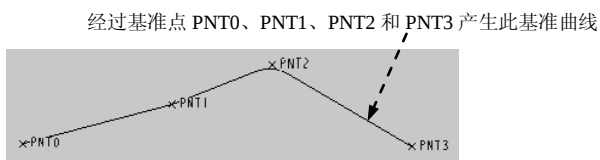

图 5.19.35 经过点基准曲线的创建
Step3. 选取图 5.19.35 中的草绘平面及参照平面, 单击  按钮进入草绘环境。
可以通过空间中的一系列点创建基准曲线, 经过的点可以是基准点、模型的顶点以及曲线的端点。如图 5.19.35 所示, 现需要经过基准点 PNT0、PNT1、PNT2 和 PNT3 创建一条基准曲线, 操作步骤如下:
- （2）选取图 5.19.35 中的基准点 PNT0、PNT1 和 PNT2。
- （4）选取图 5.19.35 中的基准点 PNT3，选择 **Done (完成)** 命令。